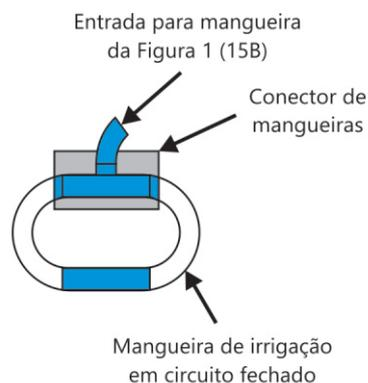

Figura 7. Esboço de um conector para conexão da mangueira de irrigação em circuito fechado.
- xix) fure o pedaço sólido de PVC ou nylon, etc, no diâmetro aproximado da mangueira de silicone. Depois faça outro furo perpendicular ao anterior e encaixe a mangueira para irrigação. Recomenda-se que este dispositivo tenha pelo menos duas saídas de água e uma de entrada. Forma-se uma conexão tipo "T". Uma das extremidades da mangueira de irrigação será conectada em uma das saídas deste dispositivo. Distribua esta mangueira no solo que deseja irrigar, então, conecte a outra extremidade na outra saída de água do dispositivo. No terceiro furo se conecta a mangueira (15B), que vem da tampa da garrafa coletora. Com isto a mangueira de irrigação forma um circuito fechado. A Figura 7 exemplifica esta montagem;
Nota-se nesta figura o suporte feito em madeira para as garrafas. Na parte superior, há uma tábua com aberturas para encaixar os conjuntos de garrafas. Isto facilita a remoção e instalação desses recipientes. A tampa da bombona é furada para passar o funil (2), o qual é fixado ao acoplador (3) e à tábua. Verticalmente, encontra-se um outro pedaço de tábua de comprimento um pouco maior do que a altura da bombona e conectado à tábua anterior. Nesta, são instalados aros de sustentação e apoio da garrafa coletora, distribuidor. Logo abaixo, há um outro pedaço de tábua conectado àquele disposto verticalmente. Neste pedaço há um orifício por onde o pescoço da garrafa coletora passa. A tampa de (15A) com a mangueira de saída (15B) conectada, se liga ao dispositivo mostrado na Figura 7. Este dispositivo não é visto na Figura 8.
- A saída de água do distribuidor deve ficar em um nível abaixo do reservatório (1);
- É importante que o distribuidor seja posicionado paralelamente ao recipiente (1) e/ou ligeiramente abaixo, e sua saída fique em um nível pouco abaixo deste reservatório. A altura máxima do distribuidor deve ser próxima à do mesmo reservatório;
- O sistema não foi projetado para áreas extensas de plantação. Para áreas maiores que 100 m², o recipiente (1) deve ser de grande volume e alguns itens devem ser redimensionados (ex.: bitolas das mangueiras). Em maiores extensões será necessário replicar o sistema e localizá-lo em pontos estratégicos no terreno plantado;
- Uma maneira de verificar se houve vazamento em alguma parte do sistema é colocá-lo em operação e, quando houver esfriamento da garrafa preta (8) resultará em reabastecimento total da garrafa (11). Caso isto não ocorra, significa que entrou ar por alguma parte e impediu este reabastecimento. A solução é descobrir a falha na vedação;
- Se o resfriamento for muito brusco e o sifão invertido não tiver o comprimento adequado, a pressão atmosférica poderá empurrar ar para dentro do recipiente (11), prejudicando o funcionamento;
- Se durante o período de funcionamento houver a necessidade de reiniciar o processo, deve-se então envolver a garrafa (8) com um pano ou papel úmido. Depois verter lentamente água fria ou gelada sobre o pano ou papel. Assim se observará que a água no duto (12) deixará de fluir e retornará para a garrafa, como também, o duto (5) jorrará água até completar o volume total de (11);
- Durante o tempo de exposição à luz solar, a água absorve uma certa quantidade de energia térmica devido ao próprio aquecimento e dos recipientes onde está contida. Neste caso, sugere-se envolver a garrafa (4) com uma folha de papel alumínio que refletirá a luz que seria absorvida pela água e pelo material da garrafa;
- Ainda sugere-se que uma válvula desta seja colocada na mangueira de saída do distribuidor de água localizada entre a tampa da garrafa e o dispositivo "T", para conexão à mangueira de irrigação (Figura 7);